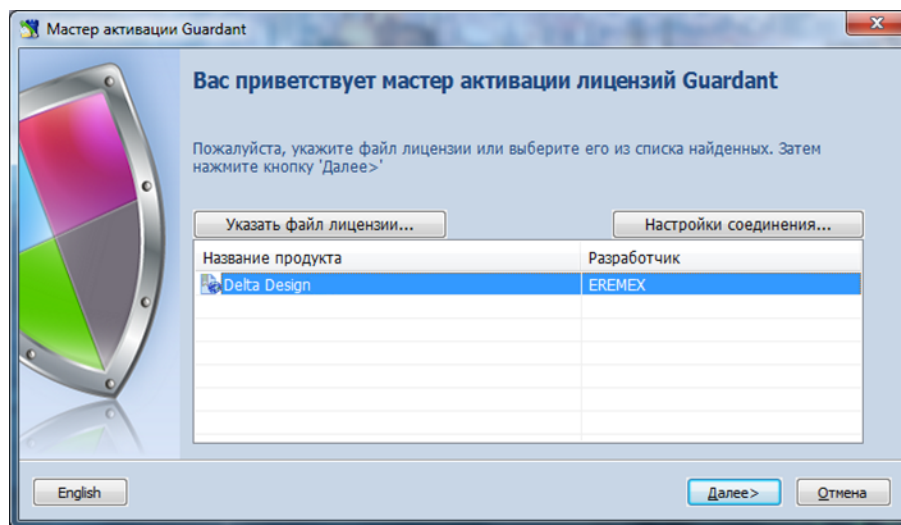

Рис. 31 Выбор продукта для активации на компьютере с доступом к сети интернет
- Выберите нужную конфигурацию в главном окне мастера и нажмите кнопку «Далее», см. Рис. 31.